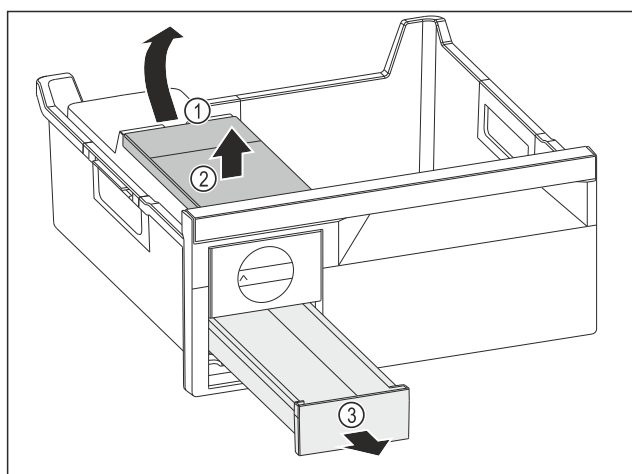

Fig. 119
- Wassertank entnehmen: Wassertank an der Aussparung Fig. 119 (1) anheben.
- Wassertank Fig. 119 (2) nach oben entnehmen.
- Eiswürfelschubfach Fig. 119 (3) nach vorne entnehmen.